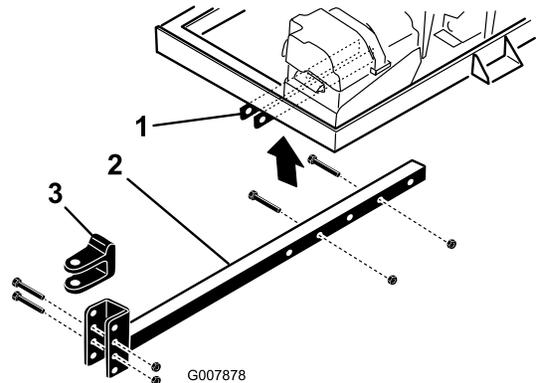

Bild 4
2. Stecken Sie das Anbauvorrichtungsrohr in die Rahmenhalterungen (Bild 4). Befestigen Sie das Rohr mit zwei Schrauben (3/8" x 3") und Bundmuttern (3/8") am Rahmen und ziehen sie bis auf 40 Nm an.
- Entfernen Sie die Schrauben und Sicherungsmuttern, mit denen der Anbauvorrichtungsstift (Bild 4) am Anbauvorrichtungsrohr befestigt ist.
- Nehmen Sie die Schrauben und die Muttern ab, mit denen das Anbauvorrichtungsrohr an den Rahmenhalterungen befestigt ist (Bild 4).